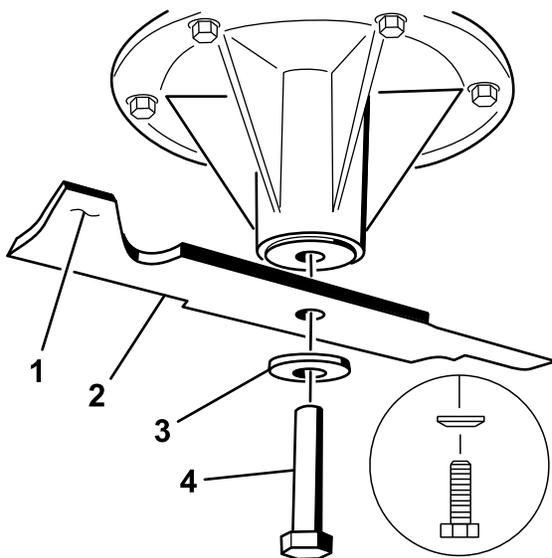
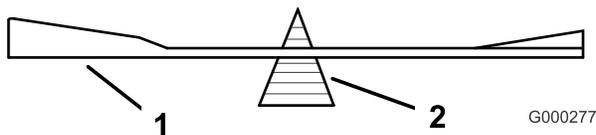

Figura 82
Figura 84
2. Retire del eje el perno de la cuchilla, la arandela curva y la cuchilla (Figura 82).
2. Verifique el equilibrio de la cuchilla colocándola sobre un equilibrador de cuchillas (Figura 84). Si la cuchilla se mantiene horizontal, está equilibrada y puede utilizarse. Si la cuchilla no está equilibrada, rebaje algo el metal en la parte de la vela solamente (Figura 82). Repita este procedimiento hasta que la cuchilla esté equilibrada.